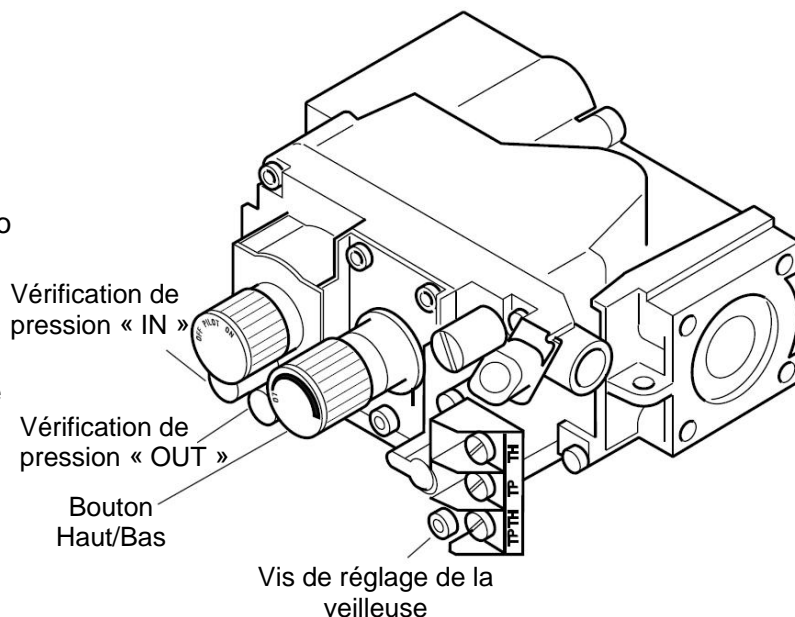

Figure 13 – Vérification de la pression au niveau de la soupape de gaz
5. Pour vérifier la pression de gaz au niveau de la soupape, tourner la vis de 2 ou 3 tours dans le sens contre-horaire et placer ensuite le tube sur le point de vérification. Tourner le bouton sur Haut. Voir *Figure 13*. Après avoir vérifier la pression, s'assurer de resserrer la vis dans le sens horaire. Ne pas forcer. Vérifier les points de vérification avec une solution d'eau savonneuse pour détecter toute fuite.